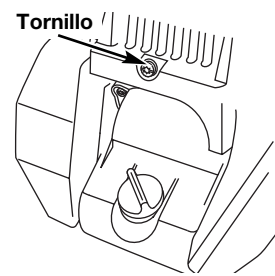

Fig. 32
3. Saque el tornillo que está detrás de la cubierta del motor (Fig. 32).